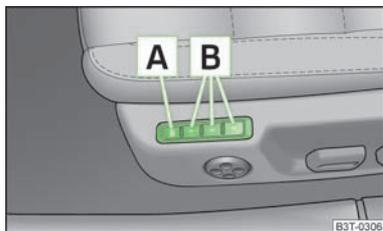

Fig. 56
A memória para o banco do condutor permite memorizar a posição individual do banco do condutor e dos espelhos retrovisores exteriores. Pode afectar uma posição de ajuste a cada um dos três botões de memória » Fig. 56, ou seja, pode memorizar três posições no total.
- > Prima o botão » Fig. 56.
- **Sistema automático por toque breve:** Prima brevemente o botão de memória pretendido **B** » Fig. 56. O banco e os espelhos retrovisores exteriores deslocam-se automaticamente para as posições memorizadas (isto só é válido se a ignição estiver ligada e a velocidade for inferior a 5 km/h).